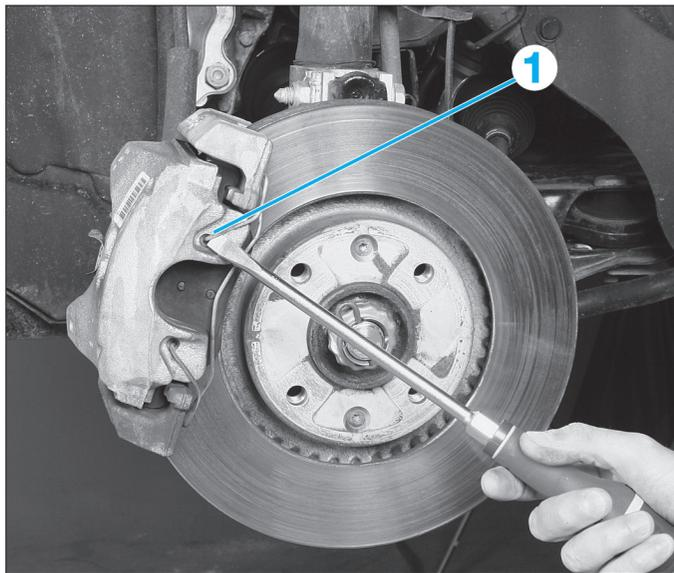

Fig. 9
- Retirer le ressort de maintien (1) (Fig.9).